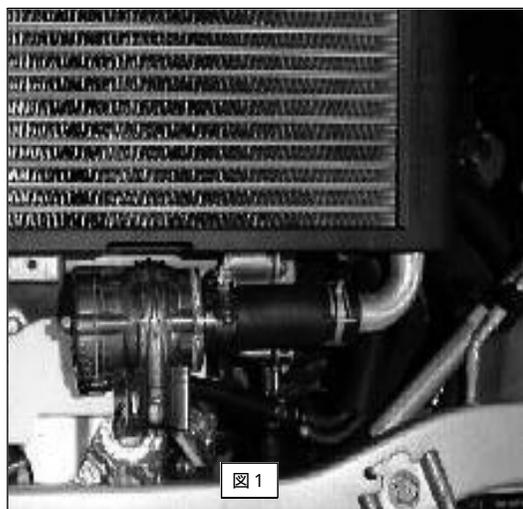

図1
- (2) エアリサキュレーションバルブ上側に付いていたバキュームチューブをたどった先にある3WAYニップルからバキュームチューブをはずし、付属の3 ゴムキャップをはめ、タイラップで締め付けてください。
- (3) (2) のバキュームチューブが遊ばないようにタイラップで固定をするか、取り除いてください。
- (4) インタークーラーを取りはずしと逆の手順で取り付けてください。その際、左図の位置(インタークーラーステ-下側)に左図のような感じでステ-がきますのでボルトを閉めないでください。インタークーラーステ-上側のボルトは仮止めしておいてください。
- (5) ブローオフバルブ本体のニップルに付属の① 6ゴムホースを② クランプ 6用で取り付け、エアリサキュレーションバルブ下側のバキュームチューブを① 6ゴムホースを適度な長さにカットし、③ 4 - 6 ストレートジョイントを使って左図のように取り付けてください。(バキュームチューブ側は純正クランプを使用してください。)
- (6) 図1を参考に純正のエアリサキュレーションバルブに付いていたホースをアタッチメントパイプに差込、クランプ 22用で仮止めしてください。(4)の位置にステーを取り付け、純正ボルトで仮止めしてください。ブローオフバルブ本体がボディに干渉しない位置で固定し、仮止めだったボルト、クランプを締め付け固定してください。